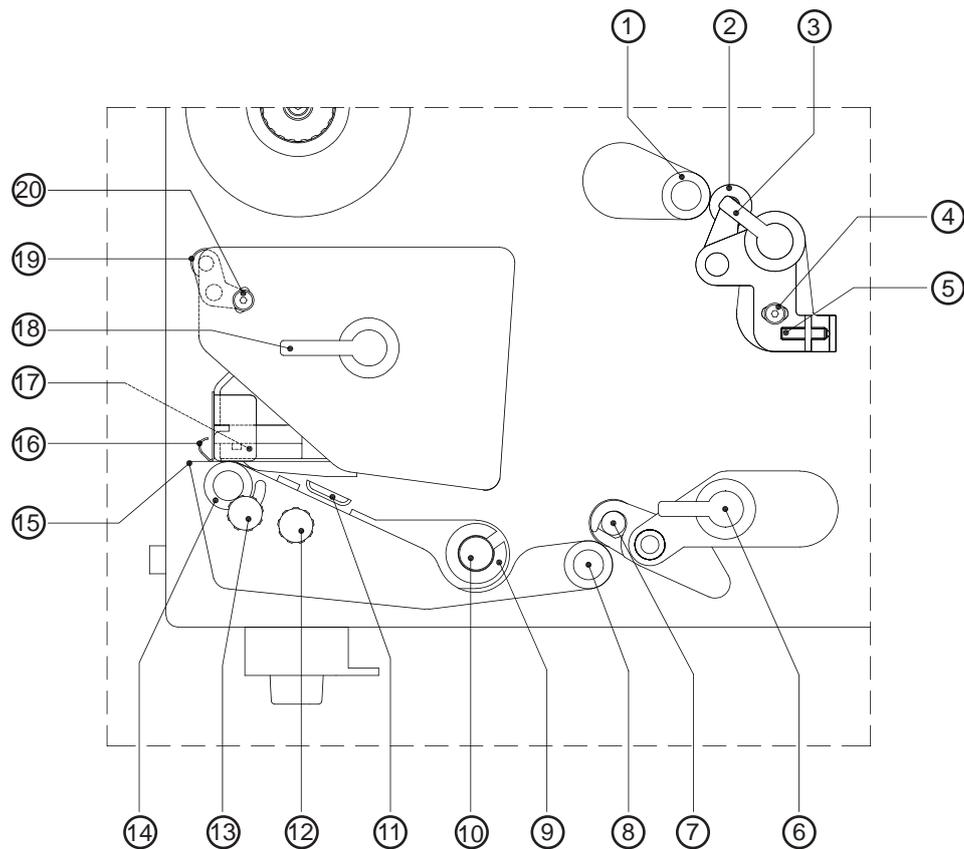

Figure 4b Mécanisme d'impression
- 12 - Mécanisme d'impression (voir Fig. 4b)